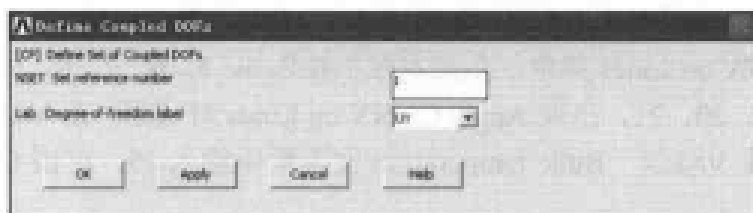

图 13-40 定义耦合位移对话框
(44) 选择 Main Menu | Preprocessor | Coupling/Ceqn | Couple DOFs 命令, 出现 Define Coupled DOFs 菜单, 单击 Pick All 按钮, 出现 Define Coupled DOFs 对话框, 参照图 13-40 对其进行设置, 单击 OK 按钮关闭该对话框。